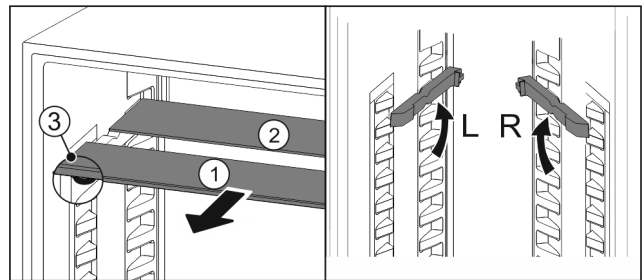

Fig. 50
- ▶ По одной извлеките Fig. 50 (1) стеклянные панели движением вперед.
- ▷ Стеклянная панель Fig. 50 (1) с декоративной планкой лежит спереди.
- ▷ Стопоры Fig. 50 (3) показывают вниз.